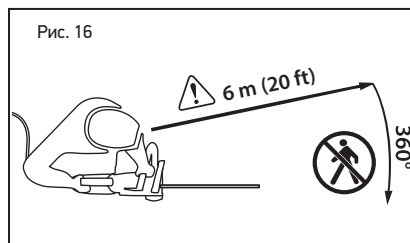

Рис. 16
**⚠ ОСТОРОЖНО:** ПЕРЕД ЭКСПЛУАТАЦИЕЙ ДАННОГО УСТРОЙСТВА ОРГАНИЗИРУЙТЕ ЗОНУ БЕЗОПАСНОСТИ СТОЯЩИХ РЯДОМ 6 М (20 ФУТОВ). Зона безопасности стоящих рядом — это окружность радиусом 6 м (20 футов) вокруг оператора, в которой не должно находиться посторонних лиц, детей и животных (Рис. 16). Операции по валке деревьев требуют большей зоны безопасности в соответствии с размером дерева, см. раздел «Валка деревьев».
- Убедитесь, что посторонние лица и помощники находятся на безопасном расстоянии от места падения веток. Посторонние лица и помощники не должны стоять непосредственно перед оператором или за ним. См. Рис. 16.